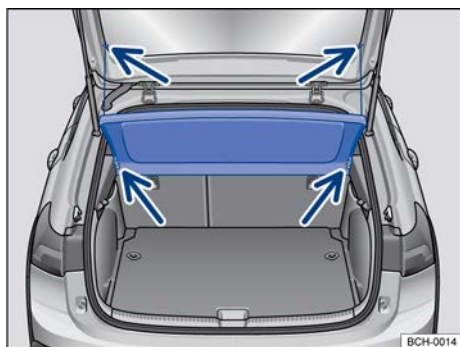

Fig. 154 No compartimento de bagagem: remover e instalar a cobertura do compartimento de bagagem.
- Desprender os cordões de retenção do suporte da tampa traseira → Fig. 154 (setas superiores).
- Retirar a cobertura do compartimento de bagagem por trás, para fora dos suportes laterais → Fig. 154 (setas inferiores).
- Empurrar a cobertura do compartimento de bagagem para a frente, introduzindo-a nos suportes laterais → Fig. 154 (setas inferiores).
- Encaixar os cordões de retenção na tampa traseira → Fig. 154 (setas superiores).